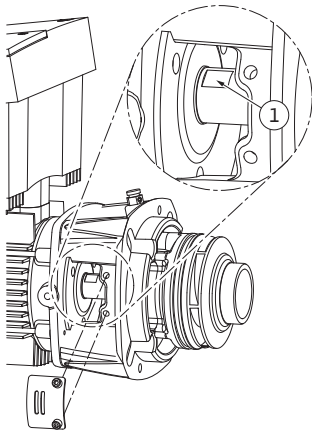

Fig. 49: Поверхности под ключ на валу
15. В окно промежуточного корпуса ввести гаечный ключ (оптимальный размер: 22) и зафиксировать им вал на соответствующих поверхностях (рис. 49, поз. 1). Открутить гайку рабочего колеса (рис. 7, поз. 15). Рабочее колесо (рис. 7, поз. 16) автоматически снимается с вала.
24. При монтаже рабочего колеса в окно промежуточного корпуса ввести гаечный ключ (оптимальный размер: 22) и зафиксировать им вал на соответствующих поверхностях (рис. 49, поз. 1).